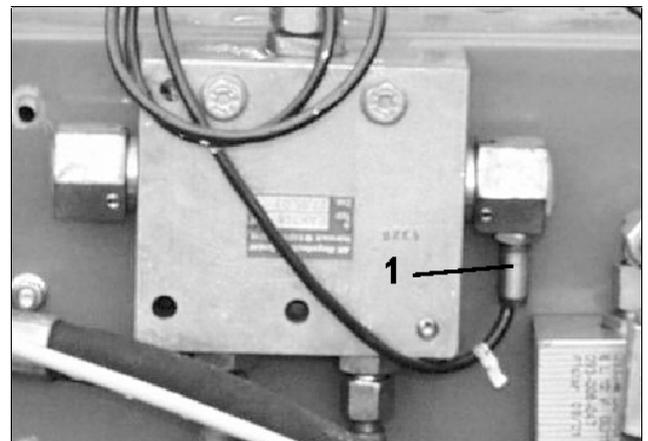

Fig. 51
- mit Spuranreißern von den Sensoren (Fig. 51/1) beim Spuranreißerwechsel